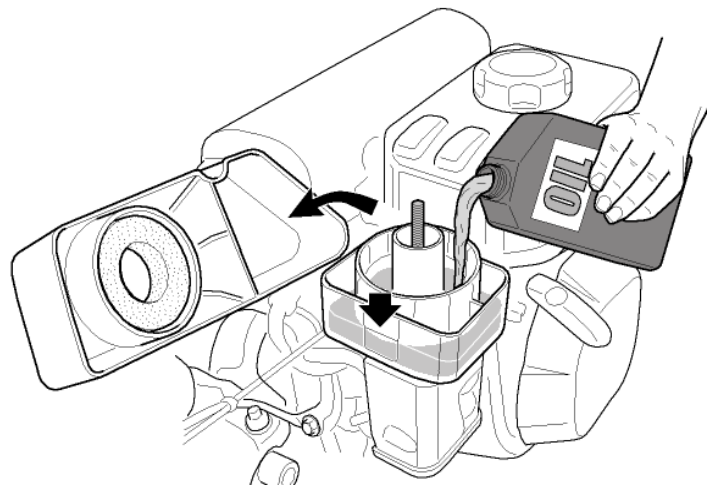

Figure 4a
- Dévissez l'écrou à ailettes et retirez le couvercle du filtre (voir figure 4A).